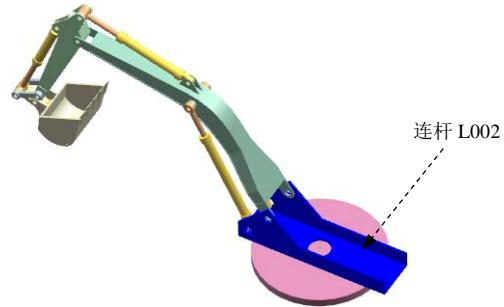

图 10.8.3 定义连杆 L002
(2) 定义连杆 L002。在“连杆”对话框中取消选中  **固定连杆** 复选框，选取图 10.8.3 所示的部件为连杆 L002，在“连杆”对话框中单击 **应用** 按钮。